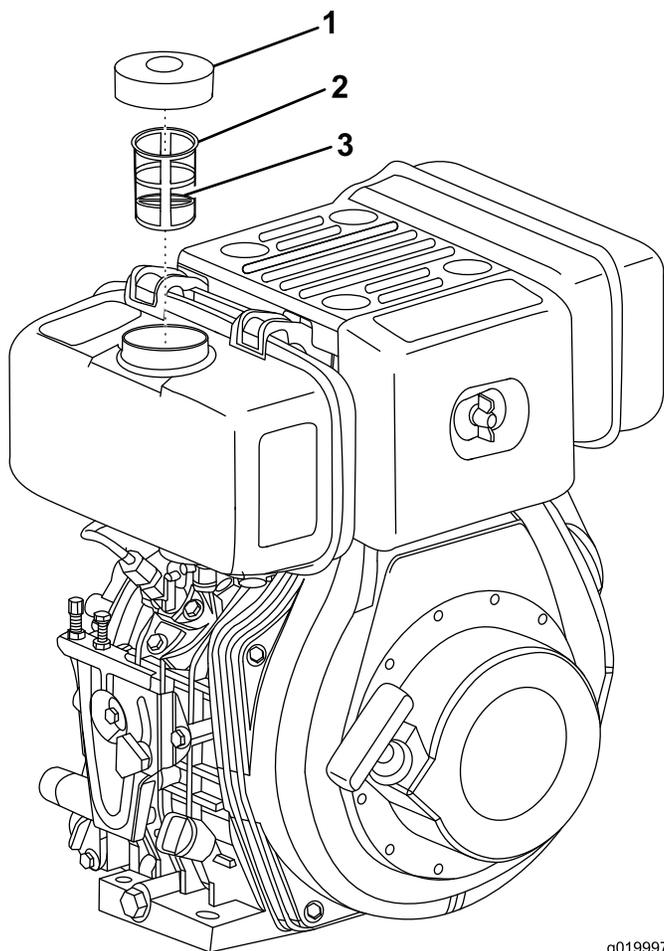

Figure 21
2. Nettoyez la surface autour du bouchon du réservoir de carburant et enlevez le bouchon (Figure 21).
4. Remettez solidement le bouchon de carburant (Figure 21).